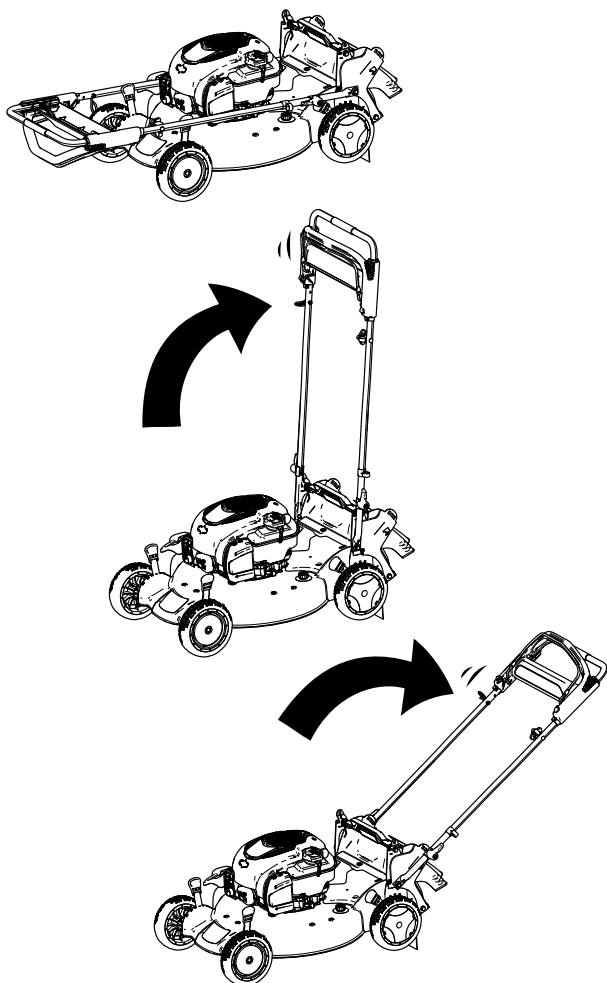

Figure 4
3. Faites pivoter le guidon en arrière (Figure 4).